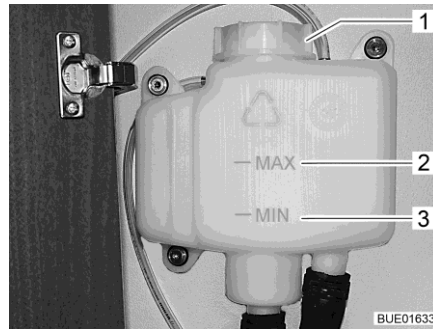

Bild 286 Ausgleichsbehälter ohne Blende
- Prüfen, ob am Ausgleichsbehälter (Bild 286) die Flüssigkeit zwischen der Markierung "MIN" (Bild 286,3) und "MAX" (Bild 286,2) steht.
- Am Ausgleichsbehälter den Drehverschluss (Bild 286,1) aufdrehen.